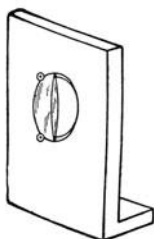

Fig. 134.
d) Setze die halbe Linse (Fig. 134) auf die optische Bank und dahinter den einen Nadelhalter, befestige daran eine Nadel derart, daß sie wagerecht und parallel zur Linse steht, die Spitze auf der Linsenachse liegt und der Abstand der Linsenmitte von der Nadelspitze  $\sim 4$  cm ist. Sieh durch die Linse und prüfe, ob ein gleichgerichtetes Bild entsteht, dessen Spitze in der Linsenachse liegt. Stelle den andern Nadelhalter noch weiter von der Linse entfernt auf als der erste und befestige daran eine Nadel parallel zur ersten, doch so,